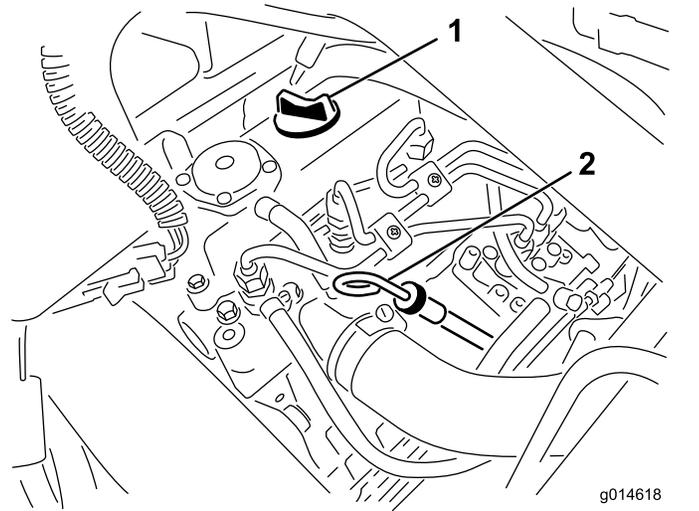

図 31
2. ディップスティックを抜きウェスで一度きれいに拭く(図 31)。